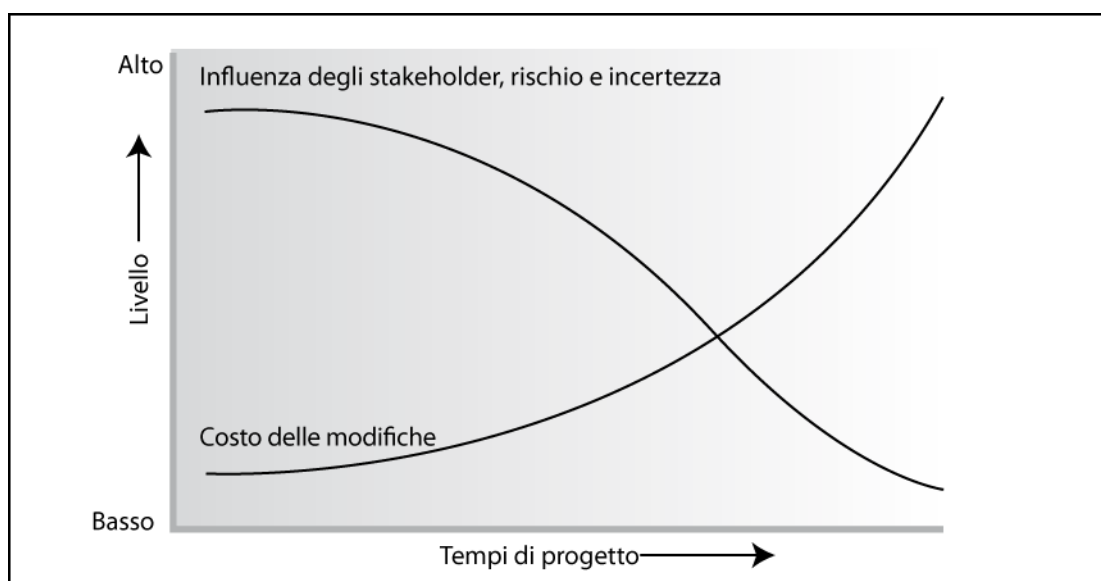

Figura 2-2. Impatto delle variabili in base ai tempi di progetto
- le influenze degli stakeholder, il rischio e l'incertezza (come illustrato nella Figura 2-2) sono massimi all'inizio del progetto. Tali fattori diminuiscono nel corso della vita del progetto;
- la capacità di influenzare le caratteristiche finali del prodotto del progetto, senza impattare in maniera significativa sui costi, è massimo all'inizio del progetto e diminuisce man mano che il progetto si avvicina al completamento. La Figura 2-2 illustra l'idea che il costo delle modifiche e della correzione degli errori aumenta solitamente in maniera rilevante man mano che il progetto si avvicina al completamento.